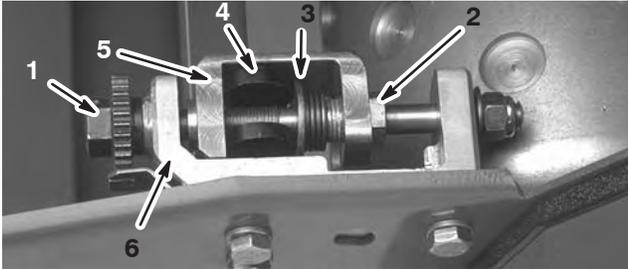

Figure 45
1. Tournez la vis de réglage de la barre d'appui dans le sens anti-horaire jusqu'à ce que le profilé arrive en butée dans le bâti de réglage (Fig. 45).
2. À l'aide d'une clé standard de 7/8 pouce, faites sortir la vis de tension du ressort jusqu'à ce que la rondelle de butée ne soit plus tendue contre la barre d'appui (Fig. 45).
3. De chaque côté de la machine, desserrez l'écrou de blocage qui fixe le boulon de la barre d'appui (Fig. 45).
4. Retirez les boulons de la barre d'appui de façon à pouvoir abaisser la barre et la déposer de la machine. Mettez de côté les 2 rondelles en nylon et les 2 rondelles en acier estampé de chaque côté de la barre d'appui (Fig. 45).